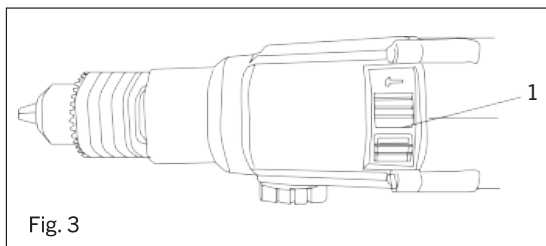

Fig. 3
L'interrupteur du mode perceuse/percussion situé sur le dessus de l'outil (1) change le mode de la perceuse entre le perçage conventionnel et le mode percussion pour le perçage du béton. Pour utiliser la perceuse en mode perçage, pousser l'interrupteur du mode perceuse/percussion vers la droite. (Figure 3). Pour faire fonctionner la perceuse en mode percussion, poussez l'interrupteur de perceuse/percussion vers la gauche jusqu'au symbole du marteau (Fig. 3).
Changez la position de vitesse seulement avec le moteur à l'arrêt complet. Pour changer de vitesse, tournez le cadran de sélection de vitesse. (Figure 3 b)